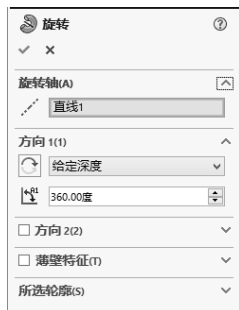
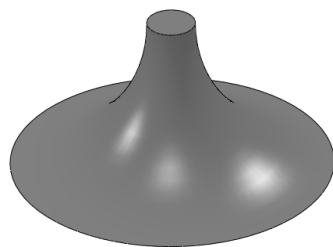

图 4-126 “旋转”属性管理器
图 4-127 旋转凸台特征
**03** 旋转实体。选择菜单栏中的“插入”→“凸台/基体”→“旋转”命令，或者单击“特征”控制面板中的“旋转凸台/基体”图标，此时系统弹出图 4-126 所示的“旋转”属性管理器。按照图示设置后，然后单击属性管理器中的“确定”图标。结果如图 4-127 所示。